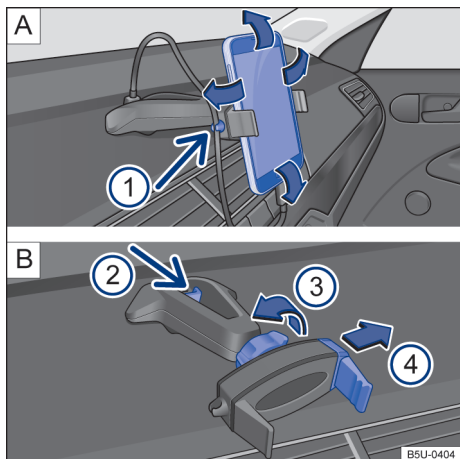

Fig. 183 No console central: suporte para smartphone e ajustes.
- Segurar o suporte com uma mão e pressionar o botão de destravamento → Fig. 183 [B] ② (seta).
- Com a haste → Fig. 183 [B] ④ deslizar no sentido da seta, e instalar o smartphone no alojamento.
- Com a outra mão deslocar a haste → Fig. 183 [B] ④ até que seja possível remover o aparelho do alojamento.
- Colocar o cabo USB na entrada carregador USB do suporte existente no painel de instrumentos → Fig. 183 [A].
- Prender o cabo no suporte → Fig. 183 [A] ①.
- Para liberar o movimento do suporte, girar a trava → Fig. 183 [B] ③ no sentido contrário da seta.
- Para fixar a posição, girar a trava no sentido da seta ③ → Fig. 183 [B] até a fixação total do suporte.
O suporte para smartphone tem garantia de 3 anos, com exceção da haste deslizante (garra) → Fig. 183   que tem garantia de 1 ano.